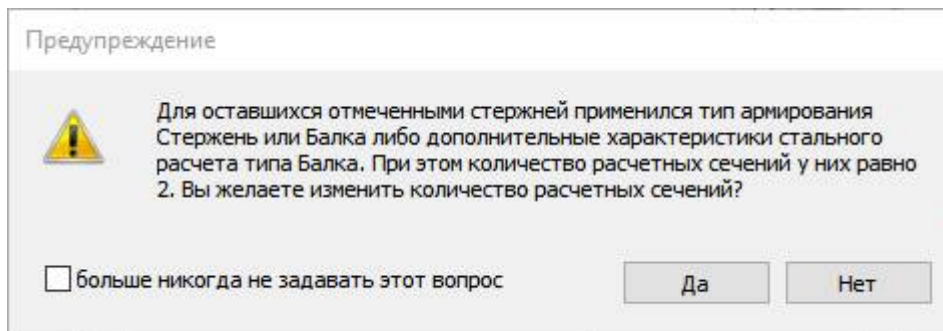

Рис.19.15. Диалоговое окно Предупреждение
- В появившемся диалоговом окне **Предупреждение** (рис.19.15) щелкните по кнопке **Да** (это сообщение появляется из-за того, что для отмеченных стержней применился тип армирования **Балка**. При этом количество расчетных сечений у них равно 2, а для конструирования изгибаемого элемента, требуется вычислить усилия в трех или более сечениях).